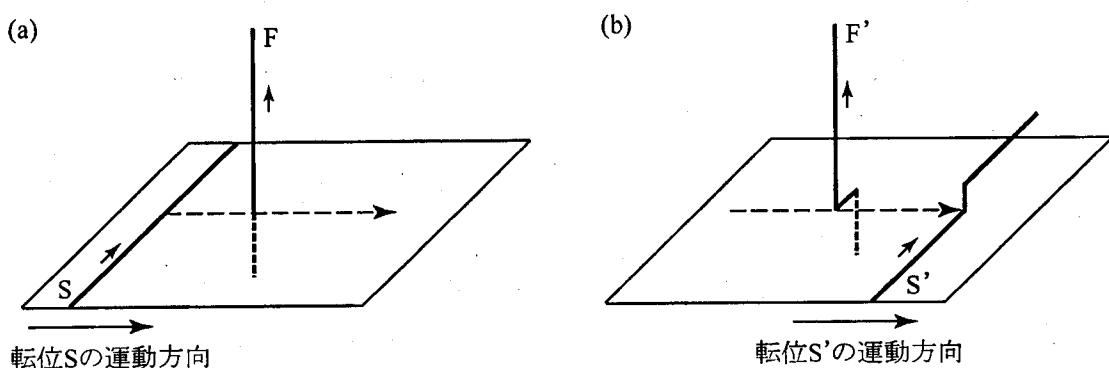

図5-2 らせん転位Sと林立らせん転位Fの切り合い
問2. 図5-2(a)および(b)は、すべり面上を運動するらせん転位Sと林立らせん転位Fの切り合いの様子を模式的に示している。(a)は切り合う前、(b)は切り合った後を示している。転位Sは転位Fに切られて転位S'となり、転位Fは転位Sに切られて転位F'となる。また、図中の短い矢印は、転位のバーガースベクトルを表している。
- (1) 図5-2(b)に示すように、転位S'には、転位Fのバーガースベクトルに等しい大きさのステップが生じる。このようなステップを何と呼ぶか答えよ。
- (2) 転位S'のステップ部分は、転位Sと等しいバーガースベクトルをもつ転位と見なすことができる。どのような種類の転位か答えよ。
- (3) 転位S'のステップ部分は、転位S'の運動の抵抗として働く。その理由を説明せよ。